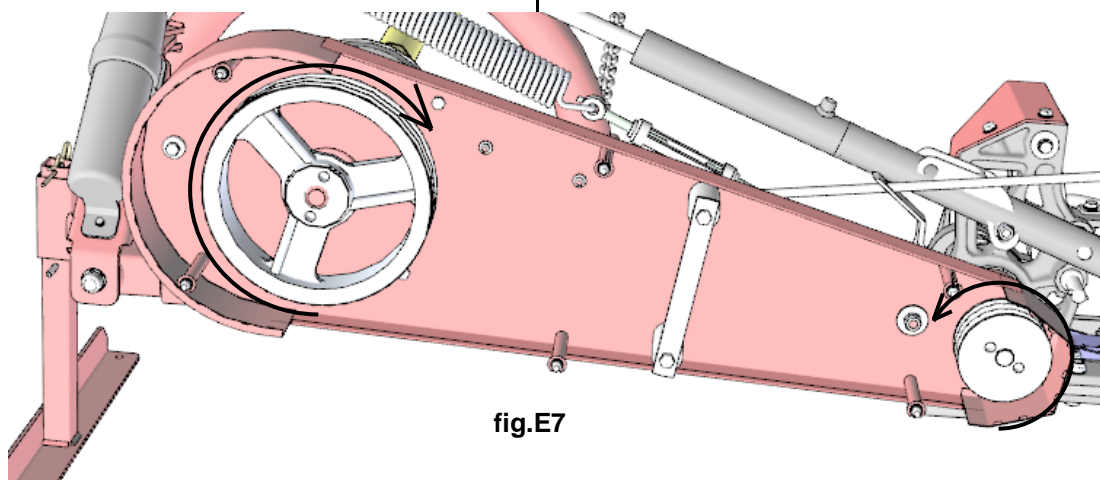

fig.E7
- Svitare manualmente la puleggia danneggiata nel senso inverso a quello di rotazione, come indicato in **fig.E7**;
- Unscrew manually the damaged pulley in the opposite direction to the rotation one, as shown in **fig.E7**;